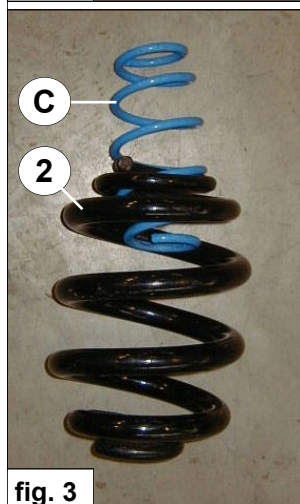

fig. 3
4. Ziehen Sie die Hilfsfeder C von die Obenseite ganz in die Hauptfeder. Siehe Fig. 3.
4. Enfoncez entièrement le ressort auxiliaire C à partir du haut dans le ressort principal. Voir fig. 3.